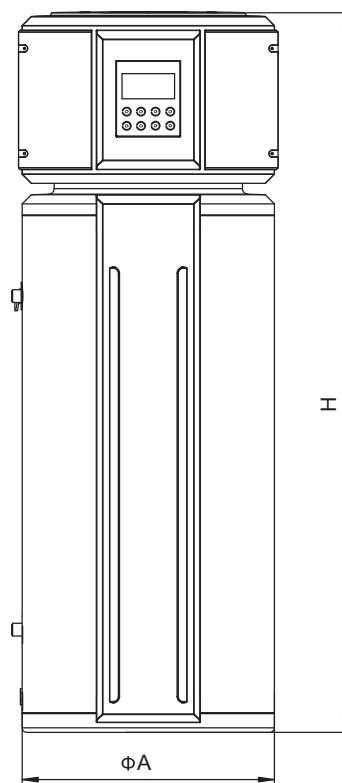
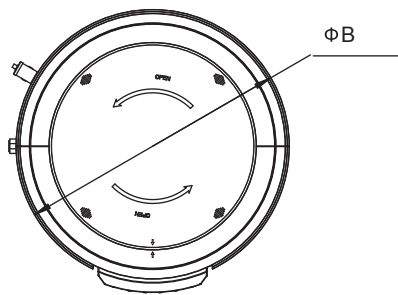

Fig. 4-1
Fig. 4-2
- Schema dimensionale (vedi Fig. 4-1, Fig. 4-2, Tab. 4.1)